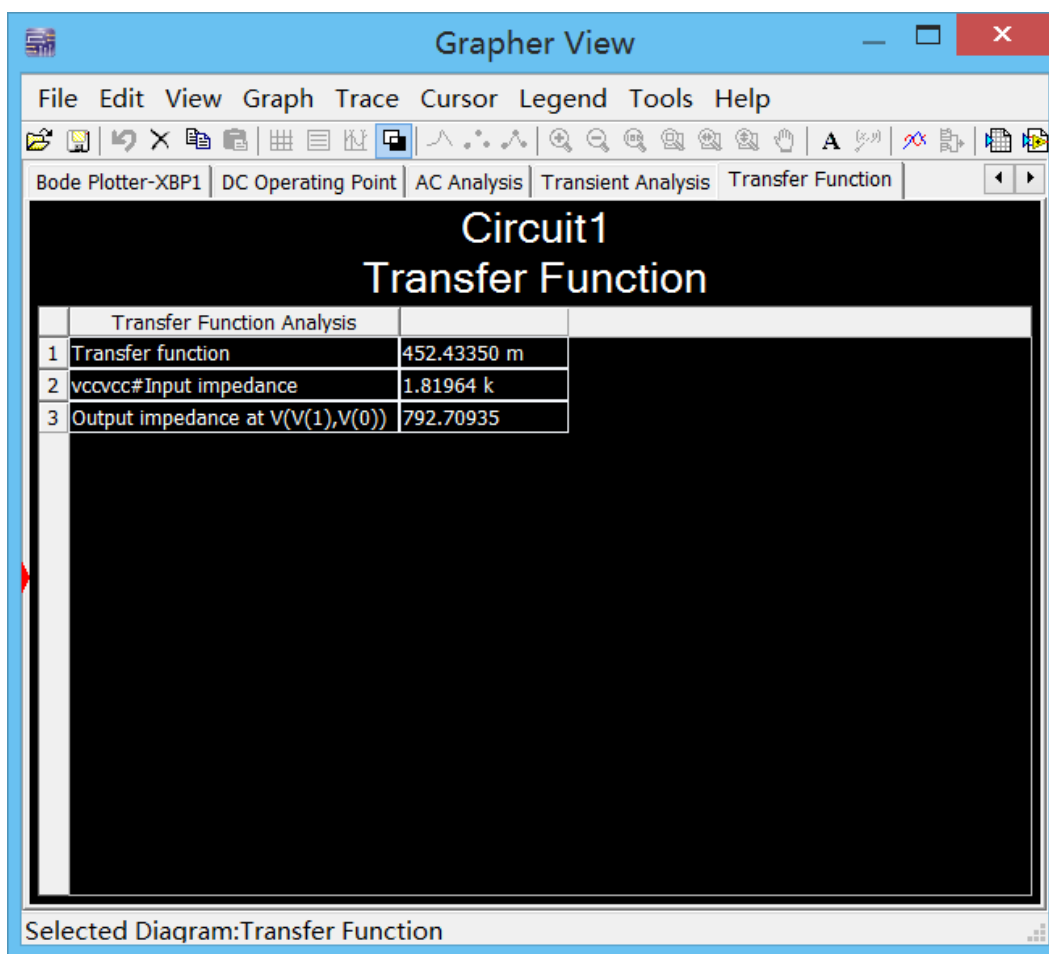

图 7.22 传递函数分析结果
- 点击 Simulate 按钮进行分析, 分析结果如图 7.22 所示。